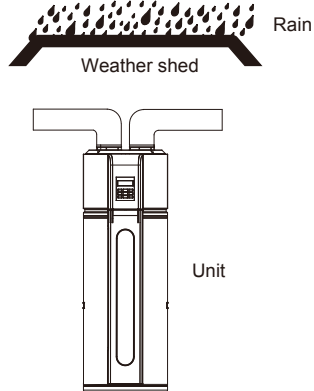

Fig.3-7
- Per quanto riguarda l'unità collegata con un condotto che raggiunge l'esterno, si devono prevedere misure di impermeabilizzazione affidabili, per evitare che l'acqua penetri all'interno dell'unità. (Fig.3-7)